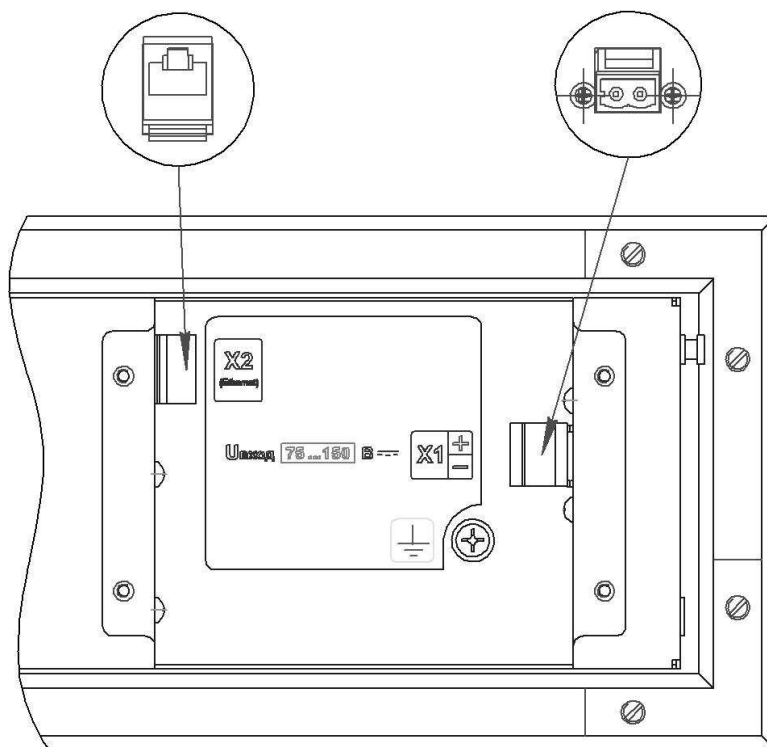

Рис.2 Отсек соединительных разъемов со снятой крышкой
Разъемы для подключения панели расположены на задней стороне за съемной крышкой (см. рис.2).
4.2.3 Подключение заземления к панели осуществляется через шпильку М4, расположенный в отсеке разъемов (см. рис.2);